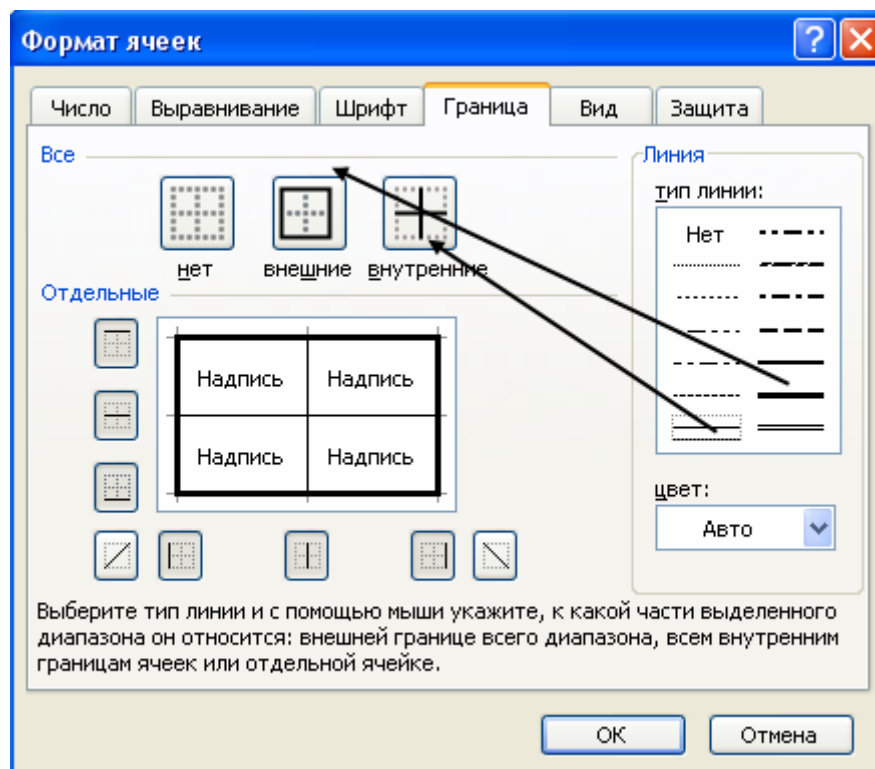

Рисунок 21 – Настройка границ таблицы
- 3) выполнить команду вкладка *Главная* → группа *Ячейки* → *Формат* → *Формат ячеек* → вкладка *Границы*, оформить границы согласно образцу: толстая линия – внешние, тонкая – внутренние (рисунок 21).